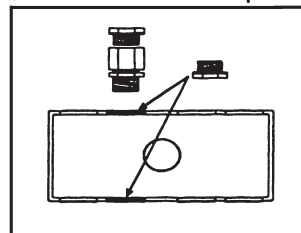

Fig. 1 : Positions des presse-étoupe
- 3 Faire des trous d'entrée de câble dans le boîtier en plastique ou en métal en retirant les bonnes rondelles (Voir Fig. 1)